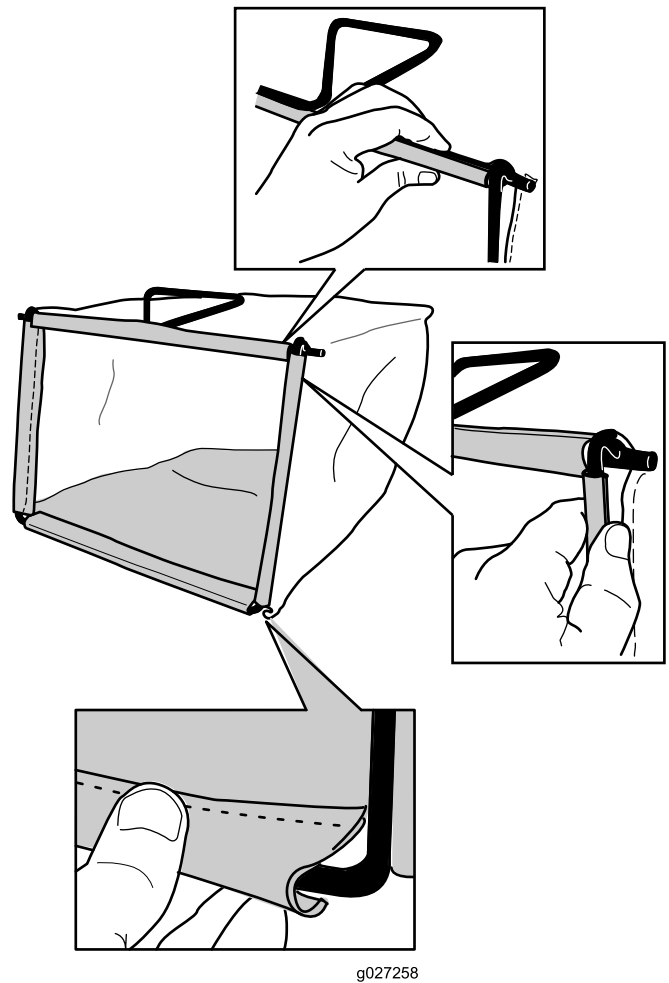

Bild 9
2. Haken Sie den unteren Kanal des Grasfangkorbs an der Unterseite des Rahmens ein (Bild 9).
3. Haken Sie die oberen und seitlichen Kanäle des Grasfangkorbs an der Oberseite und der Seite des Rahmens ein (Bild 9).